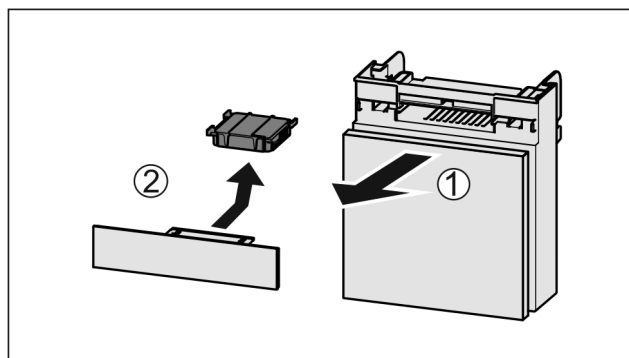

Fig. 91
- ▶ Вытянуть Fig. 91 (1) отделение движением вперед.
- ▶ Извлечение Fig. 91 (2) фильтра с активированным углем.